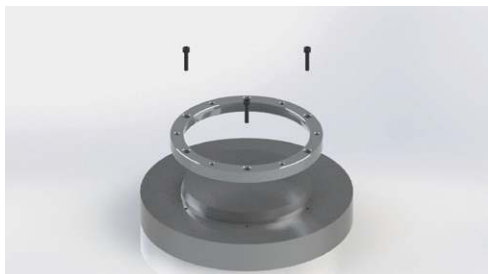

图 1
- 2.将金属光栅套装于工装轴，将金属光栅和工装轴的连接孔位对齐，将M3x16的内六角螺钉从金属光栅上端面沉头孔插入，并预固定至连接孔内，固紧螺钉，如图1所示；